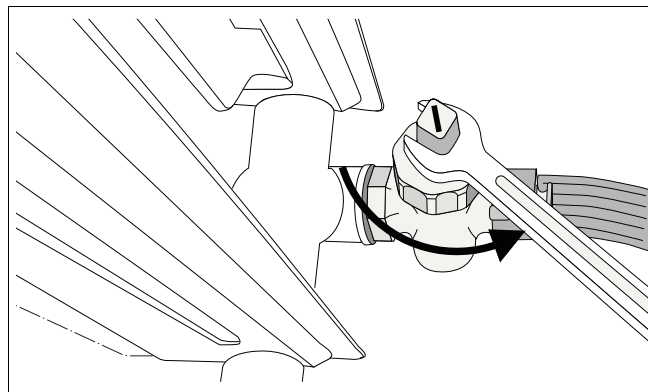

Fig. 98 Goliți instalația de încălzire
- Evacuați agentul termic din cel mai adânc punct al instalației de încălzire cu ajutorul robinetului de umplere și de golire sau al caloriferului (fig. 98). Aerisitorul (automat) din cel mai înalt punct al instalației de încălzire/al caloriferului trebuie să fie în acest timp deschis.